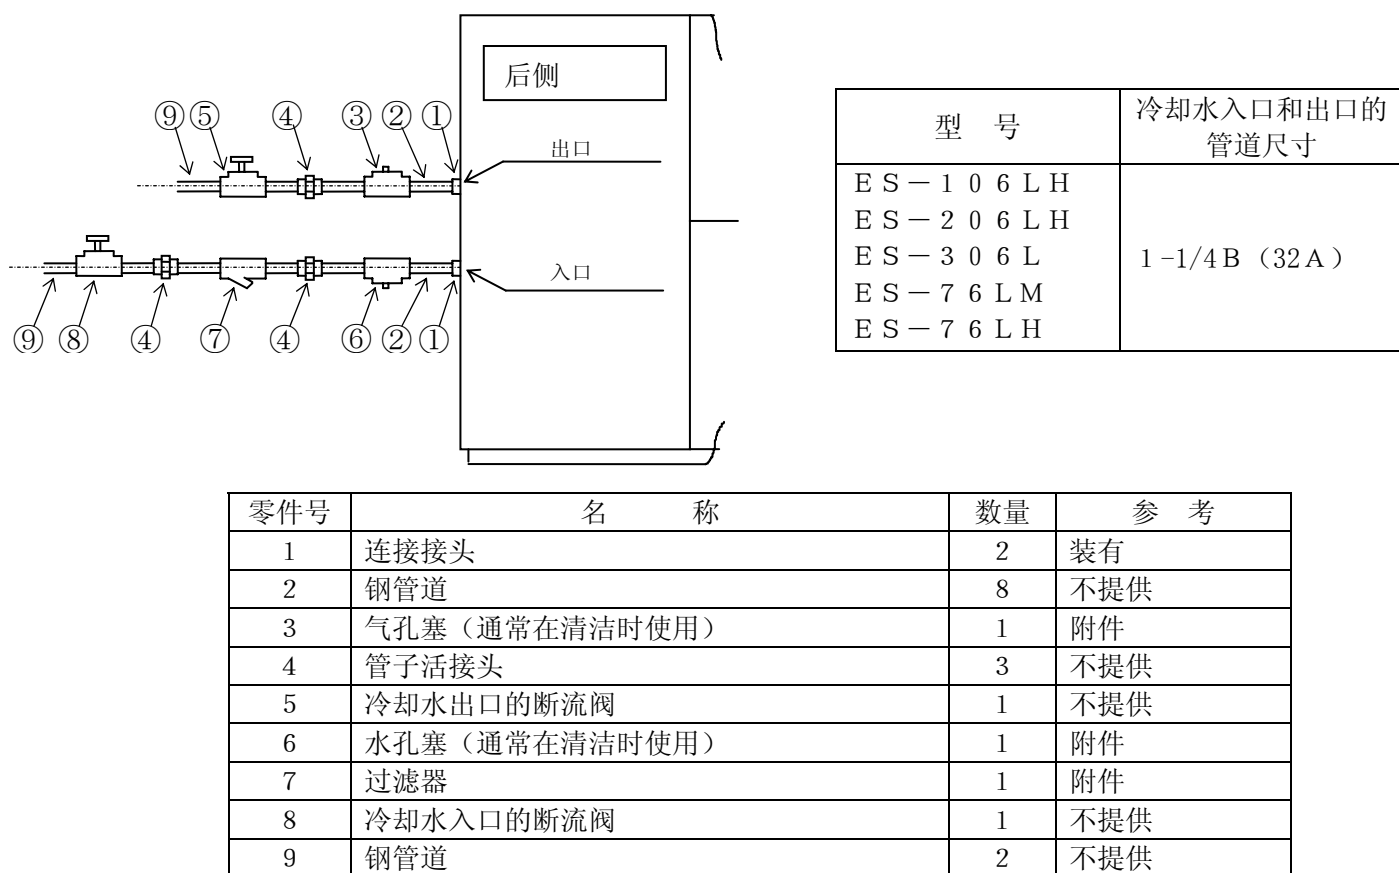

图. 2.5 冷却水管道
- ①确保在冷却水管道的最低点处安装一个排放塞用来排出冷却水，并在冷却水出口管道中安装一个泄水阀。
- ②确保在冷却水入口管道中安装作为附件提供的滤水器。
- ③在每一管道上靠近设备的一端安装一个管子活接头，可方便地对管道进行拆卸。为保养期间的工作提供便利。
- ④用一根橡胶挠性管连接管道与本设备，这使得冷却水管道的振动不会被传到设备本体上。
- ⑤本设备的冷却水入口温度应保持在 5-38℃。设备上安装的水调节阀在出厂前已被调至 1.3 ± 0.1 MPa（高压）。因此，通常不用对设置进行更改。
- ⑥钢管道应被用于冷却水管道，水压应保持在 0.1-0.5 MPa 的范围内。
- ⑦冷却水管道系统的例子可见图 2.5。